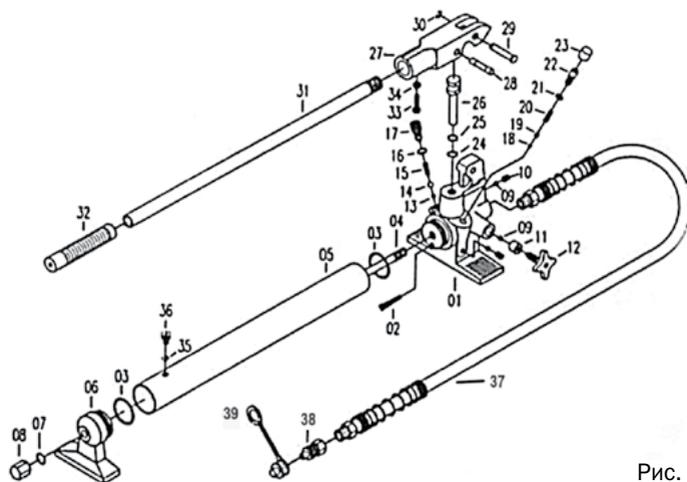

Рис. 2
3. Плотно закройте управляющий клапан (Рис.2, п.12) поворотом его головки по часовой стрелке. Пожалуйста, делайте это аккуратно. Приложение большого усилия может привести к повреждению клапана.
4. Качая ручку насоса (Рис.2, п.31) вверх-вниз, создайте давление в насосе.
5. Для сброса давления откройте управляющий клапан (Рис.2, п.12) поворотом против часовой стрелки.
4. Не бросайте тяжёлых предметов на шланг (Рис.2, п.39) и не позволяйте шлангу перекручиваться.
1. Когда оборудование не используется, гидравлический насос (Рис.1, п.1) должен храниться с открытым управляющим клапаном (Рис.2, п.12)
2. Для проверки уровня масла приведите гидравлический насос в вертикальное положение. Извлеките масломерный стержень и определите по нему уровень масла. Если необходимо, добавьте гидравлическое масло в систему через заливной клапан (Рис.2, п.8), пока его уровень не дойдёт до верхней контрольной отметки уровня на стержне. Гидравлический насос на заводе был заправлен высококачественным гидравлическим маслом. Используйте только специальное веретённое масло.